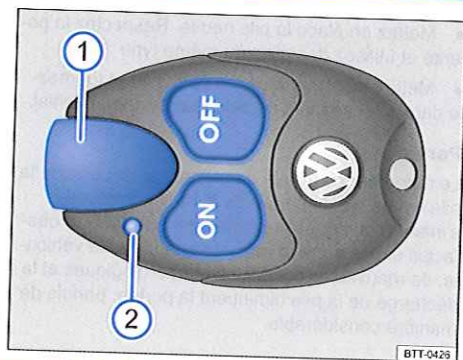

Fig. 218 Chauffage stationnaire : radiocommande
⇒ fig. 218
Vous obtenez la portée maximale en tenant la radiocommande avec l'antenne → fig. 218 ① à la verticale vers le haut. Veillez à ne pas mettre les doigts ou la main sur l'antenne.